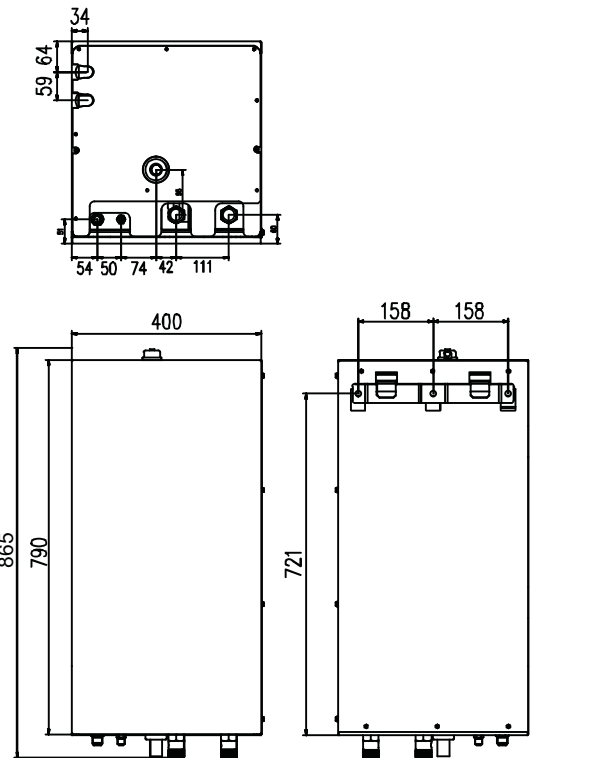

Fig. 5-2
- Dimensiones de la unidad, ver fig. 5-2